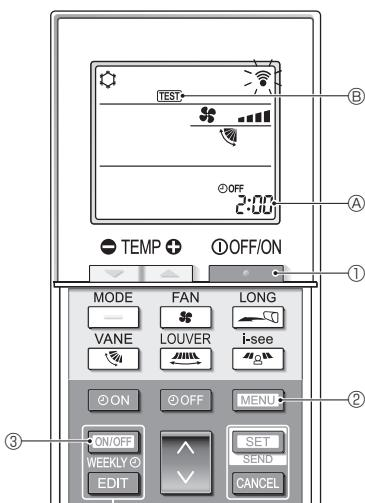

Fig. 7-5
7.2.2. Використання бездротового пульта дистанційного керування (Fig. 7-5)
- Натисніть кнопку ① для зупинки кондиціонера.
- Якщо ввімкнено тижневий таймер (увімкнено режим **WEEKLY**), натисніть кнопку ③, щоб його вимкнути (режим **WEEKLY** вимкнено).
- Натисніть і тримайте кнопку ② протягом 5 секунд.
- Натисніть кнопку ②.
- З'являється напис **TEST** ⑧, і блок переходить у режим тестового прогону.